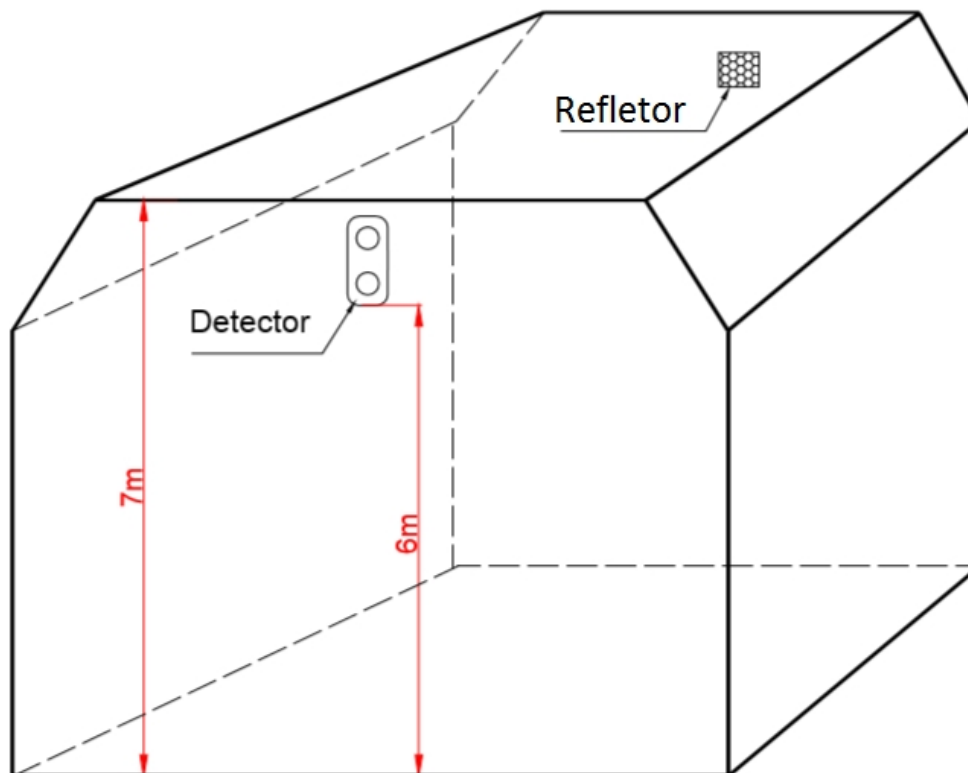

Fig. 5 Montagem
b) Quando altura do espaço for entre 5m e 8m, o detector e refletor deve ser montado nas duas paredes de frente 0,5m até 1m a partir do teto, vide fig. 5.